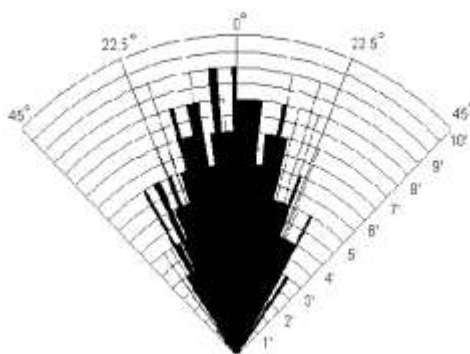

Рисунок 2 – Диаграмма зависимости угла измерения и достоверности полученных данных
- 4) угол измерения: 15° (рис. 2.)